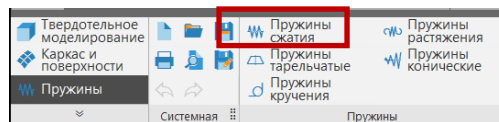

Рис. 19 Выбор команды «Пружины сжатия»
- В Инструментальной панели выбрать **Пружины – Пружины сжатия** (рис. 19).